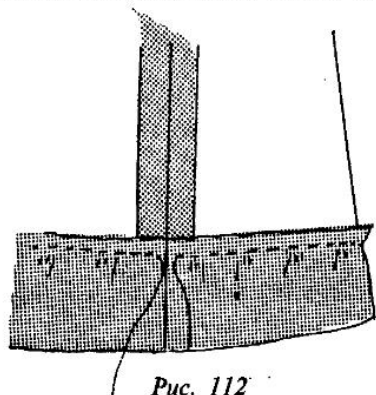

Рис. 112
6. Потяните за верхнюю нить строчки, проходящую по лицевой стороне подогнутого края, и припосадите его относительно изделия так, чтобы его длина по окружности соответствовала длине юбки (рис. 112).